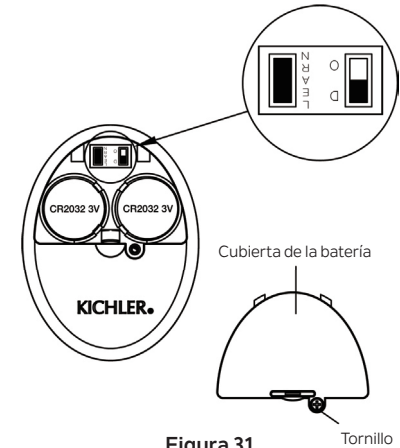

Figura 31
**Operación en clima cálido:** Avance (en sentido contrario a las agujas del reloj). Un flujo de aire descendente crea un efecto de enfriamiento (Figura 31). Esto le permite configurar su aire acondicionado en una temperatura más cálida sin afectar su comodidad general.